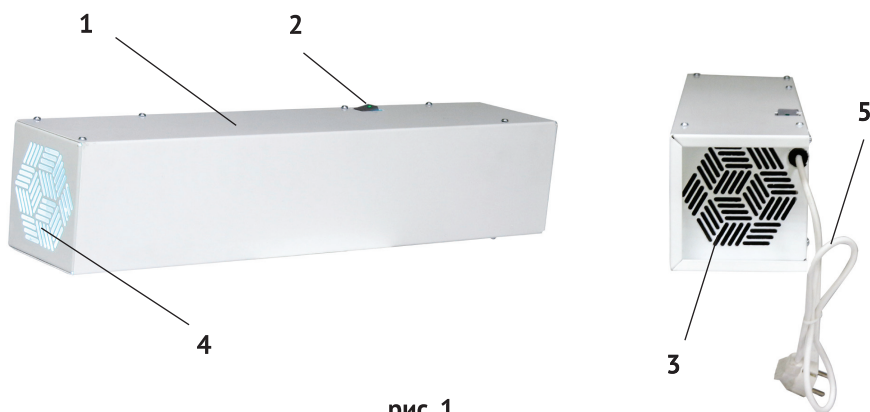

рис. 1
Общий вид рециркулятора представлен на рис.1
6.4 Для включения рециркулятора шнур питания (рис.1 поз.5) подсоединяют к розетке и затем переключают кнопку включения (рис.1 поз.2).
6.7 Рекомендуется проводить дезинфекционную обработку решётки входной (рис.1 поз.3) и выходной решётки (рис.1 поз.4) методом протирания.